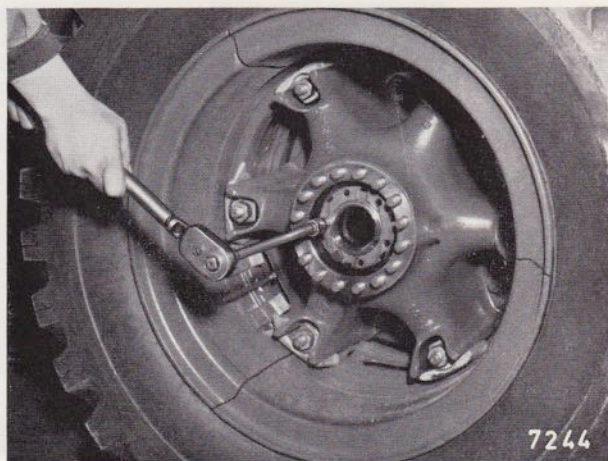

Abb. 60 Lösen der Radmuttersicherung
- Anschließend wird die Sicherung der Radlagermutter entfernt, die Mutter selbst mit Hilfe des Spezialschlüssels **Nr. 8098 0 00083 005** durch Drehen des angehobenen Rades gelöst und zusammen mit der Beilagscheibe ausgebaut (Abb. 60 und 61).